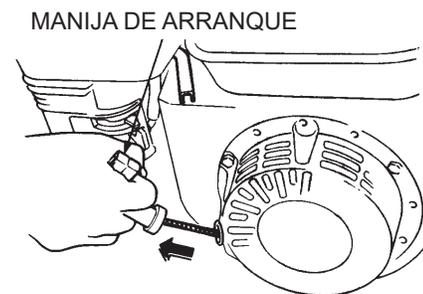

Figura 17. Manija de arranque
5. Si el generador solo tiene arranque de lazo (sin batería), agarre la manija de arranque (Figura 17) y tírela lentamente. La resistencia se vuelve mayor en un cierto punto, que corresponde al punto de compresión. Tire la manija de arranque de forma rápida y uniforme para arrancar.